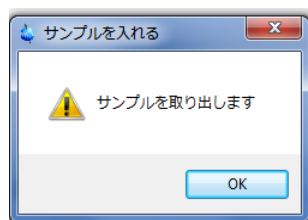

図 33. サンプルイジェクトを知らせるダイアログ。
b. 図 33 のように、サンプルイジェクトを知らせるダイアログが表示されます。